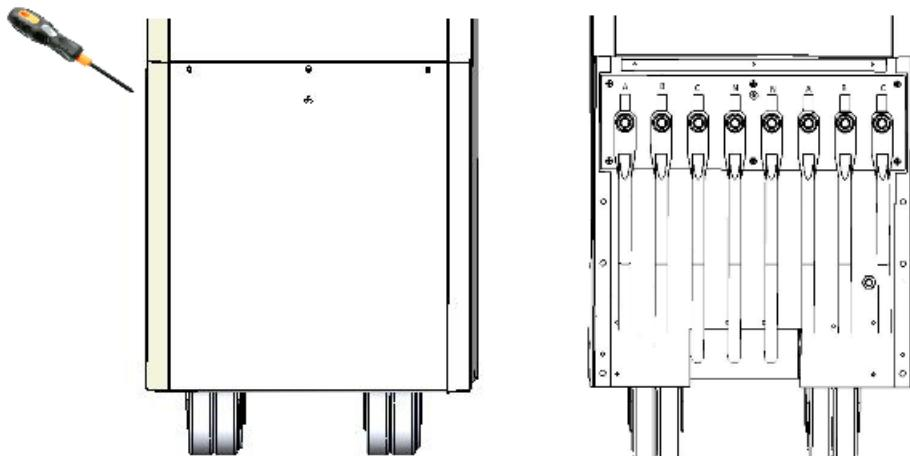

Рисунок 6. Схема зняття захисної кришки зверху корпусу стабілізатора
2. За допомогою викрутки відкрутити гвинти кріплення кришки корпусу з передньої частини стабілізатора для доступу до клемної колодки (див. Рисунок 6).